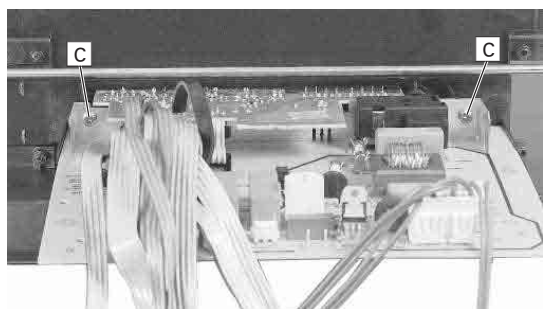

Fig. 16
- 2 Schrauben **C** (Fig. 16) herauserschrauben und Bedieneinheit nach hinten abnehmen.
- Undo 2 screws **C** (Fig. 16) and remove the keyboard control unit towards the back.